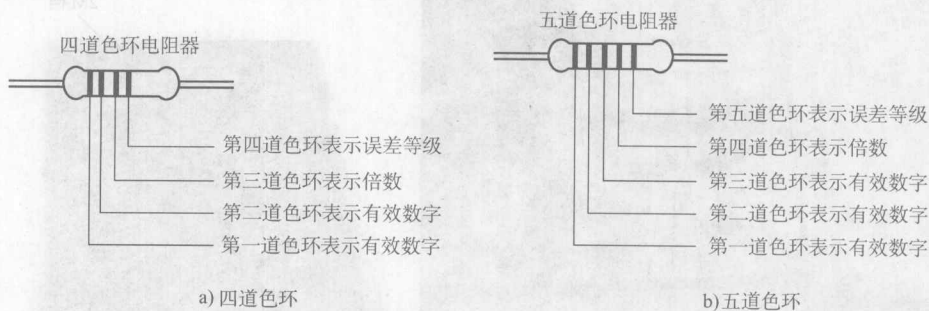

图 1-10 色环标法
② 色环标法。电阻器阻值的大小通过色环来表示。一般有 4 道色环和 5 道色环，具体如图 1-10 所示。色环一般采用棕、红、橙、黄、绿、蓝、紫、灰、白、黑、金、银色来表示，各种颜色的含义，如表 1-4 所示。